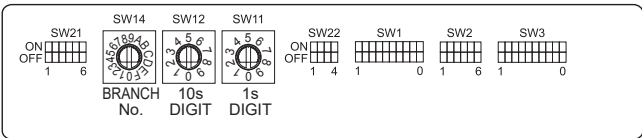

Fig. 6-6
6.4. Configurar las direcciones (Fig. 6-6)
6.5. Ajuste del interruptor para diferentes alturas de techo (Fig. 6-6)
6.6. Detectar la temperatura ambiente con el sensor integrado en un mando a distancia (Fig. 6-6)